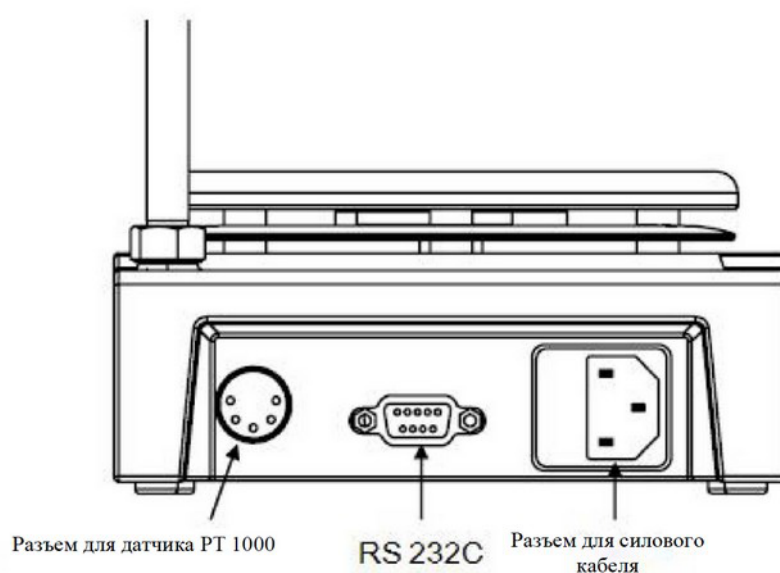

Рисунок 7
- Функции интерфейсных линий между лабораторным прибором и системой автоматизации выбираются из указанных сигналов стандарта EIA RS232C, соответствующего документу DIN66020, части 1. Расположение гнезд см. на рис. 7.